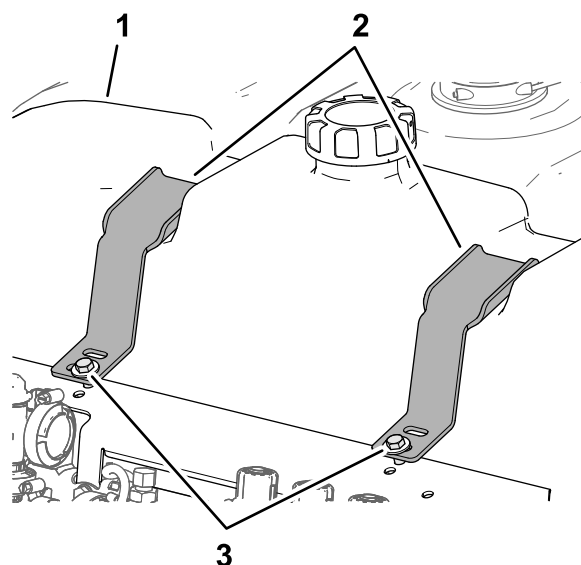

Рисунок 43
1. Заполните промывочный бак чистой водой (Рисунок 43).
2. Проверьте отсутствие люфта между прижимами и промывочным баком (Рисунок 43).
3. В случае, если вы обнаружите люфт между прижимами и промывочным баком, затяните болт(болты) и фланцевую контргайку(контрагайки) до плотного прилегания прижимов к промывочному баку (Рисунок 43).